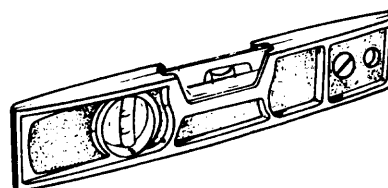

Fig. 7
- b) *Nivel torpedo*: es un nivel corto, de 6" de longitud, fácilmente transportable en el bolsillo (fig. 7). Posee tres meniscos: uno situado longitudinalmente que sirve para nivelar, uno transversal para aplomar y uno inclinado para colocar objetos a 45°. Este tipo de nivel es utilizado por los plomeros porque por ser corto, puede situarse entre dos conexiones próximas, cosa que no podría hacerse con el nivel común.